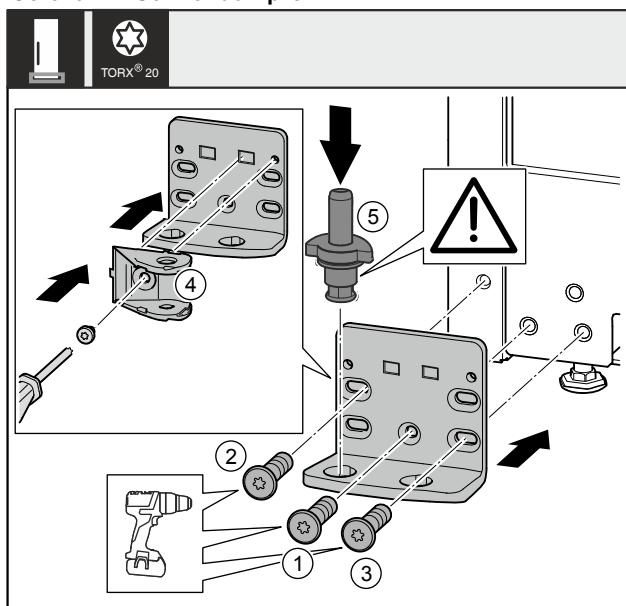

Fig. 37 *
- Lagerbock auf der anderen Seite ansetzen und mit Hilfe eines Schraubendrehers anschrauben. Mit Schraube Fig. 37 (1) unten in der Mitte beginnen.*
- Schraube Fig. 37 (2) und Schraube Fig. 37 (3) fest-schrauben.*
- Schließdämpferverbindung Fig. 37 (4) um 180° drehen. Auf der anderen Seite des Lagerbocks mit Schraubendreher anschrauben.*
- Lagerbolzen Fig. 37 (5) komplett einsetzen. Dabei darauf achten, dass der Rastnocken nach hinten zeigt.*